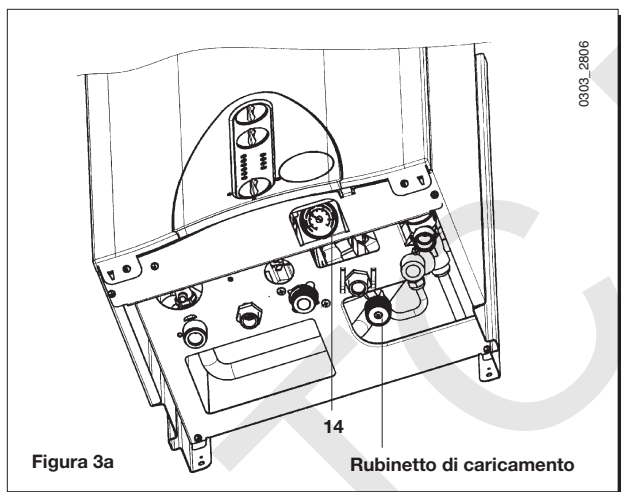
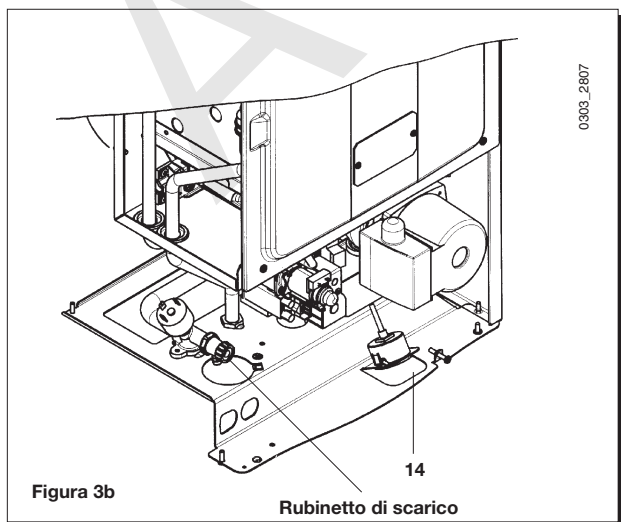

Figura 3a
Figura 3b
Importante: Verificare periodicamente che la pressione, letta sul manometro (14), ad impianto freddo, sia di 0,7 - 1,5 bar. In caso di sovrappressione agire sul rubinetto di scarico caldaia (figura 3b). Nel caso sia inferiore agire sul rubinetto di caricamento della caldaia (figura 3a).